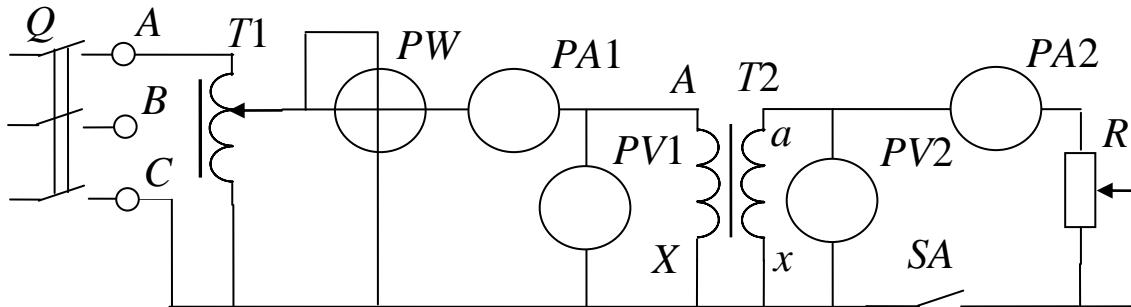

Рис. 1. Схема экспериментальной установки
Работа выполняется на стенде ЛЭС-5. В качестве однофазного трансформатора используется одна фаза трехфазного трансформатора T_2 (см. рис. 1) со следующими параметрами: $S_{\text{ном}} = 50 \text{ ВА}$, $U_{1\text{ном}} / U_{2x} = 220 / 20 \text{ В}$, $f = 50 \text{ Гц}$. При этом можно использовать любую фазу, например, фазу A с обозначениями выводов первичной обмотки A и X , и вторичной – a и x .
5.4. Собрать электрическую схему (рис. 1), установив предварительно выключатели и регуляторы в исходное состояние. Для этого выключатели выключить, установить максимальное сопротивление реостата (скользящий контакт реостата установить в нижнее положение), регулятор автотрансформатора установить в положение до упора против часовой стрелки. Дать проверить схему лаборанту.